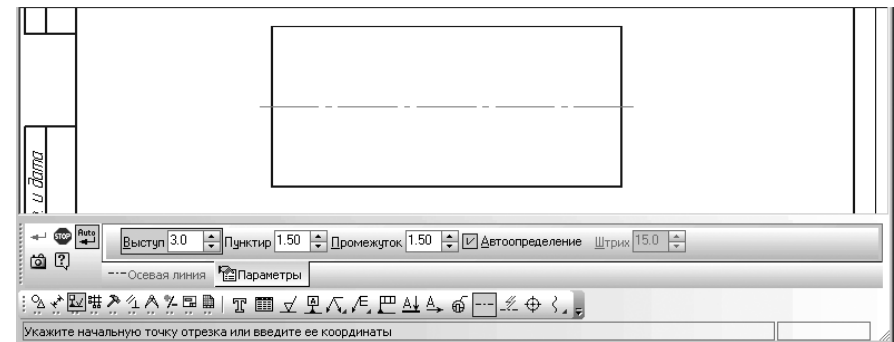

Рис. 8.161. Результат построения горизонтальной осевой линии для прямоугольника
- переместите указатель мыши в середину правой стороны прямоугольника и, как только появится сообщение **Середина**, щелкните мышью. Появится искомая горизонтальная осевая линия прямоугольника. Это состояние системы показано на рис. 8.161.